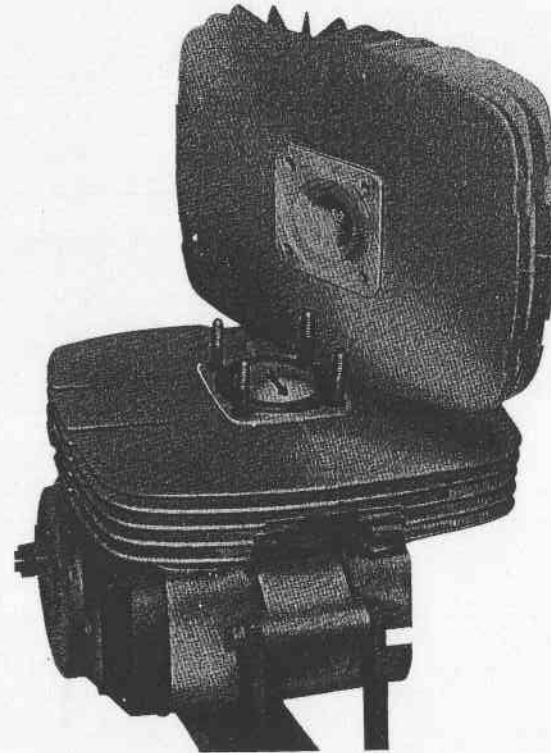

Fig. 44 - Piston monté
- Avant de monter l'axe présenter le piston sur la bielle dans le bon sens, la flèche gravée sur sa calotte doit être dirigée côte echappement (Fig. 44). Cet est très important.